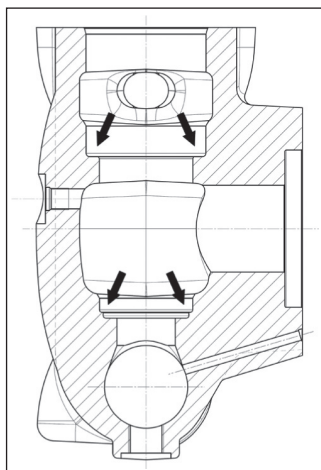

Рис. 98
**Перед тем как устанавливать клапанные узлы обратно на место, хорошо очистите и высушите соответствующие гнезда в головке, обозначенные стрелками (поз. ①, Рис. 98).**